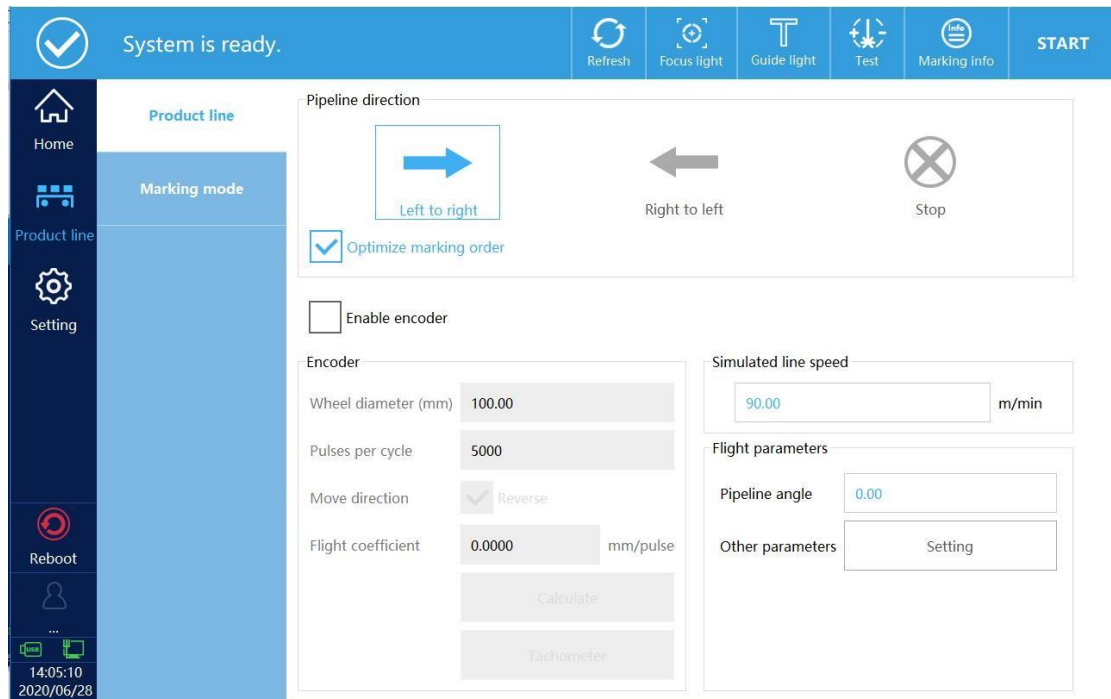

Figura 3-8
**Defina o método:** Deixe o encoder desabilitado, como na figura 3-8. Primeiramente meça a velocidade da linha, depois defina a velocidade da linha como uma velocidade fixa. Quando as condições abaixo ocorrerem durante a marcação, a velocidade fixa pode ser modificada até o normal.